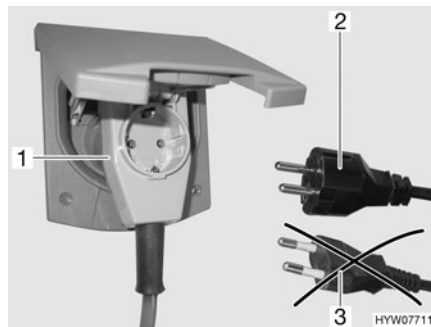

Fig. 117 Conexión a un conector con salida lateral del cable con caja de enchufe
- ▶ Al utilizar un acoplamiento acodado CEE 17, con caja de enchufe incorporada en el lado trasero (Fig. 117,1), emplear únicamente un conector IP 44 de goma impermeable, con contacto protector (Fig. 117,2). No utilizar conector sin contacto protector (Fig. 117,3). ¡Peligro de electrocución!